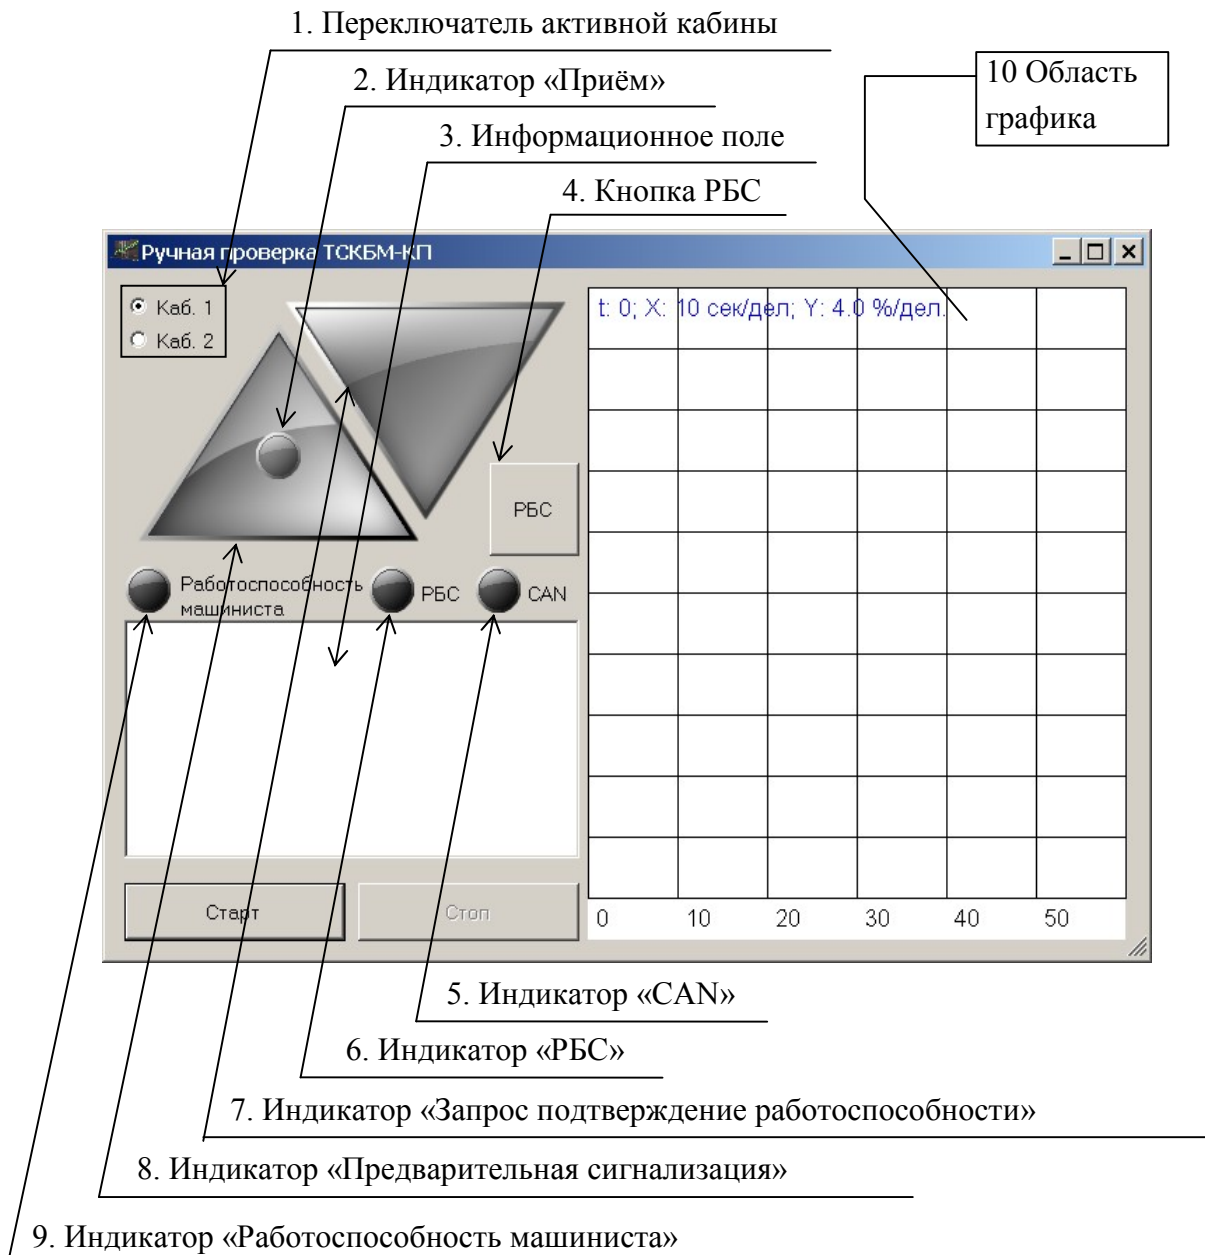

Рисунок 2.90 – Окно «Ручная проверка ТСКБМ-КП»
- в) Примерно на 52 секунде, убедитесь, что включился (изменил цвет с серого на жёлтый) индикатор 8 «Предварительная сигнализация», см. рисунок 2.90.